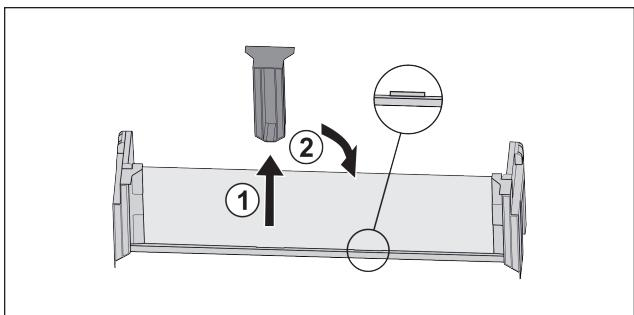

Fig. 17
- Изтеглете средната задържаща част Fig. 17 (1).
- Вкарайте средната задържаща част на втората позиция Fig. 17 (2).